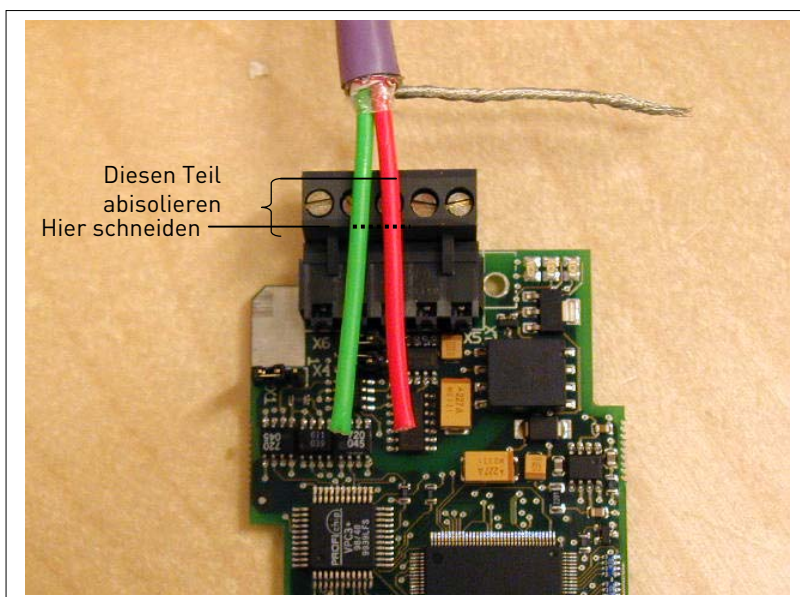
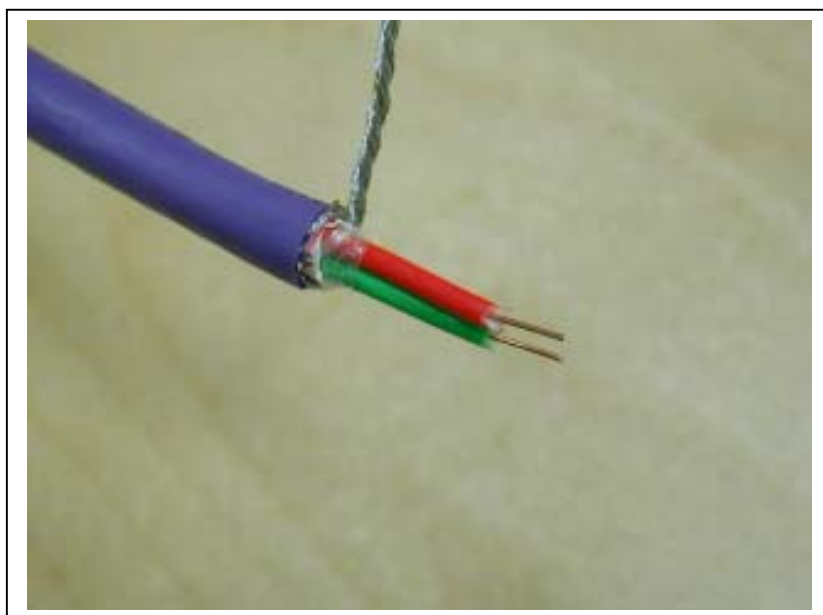

Bild 4-4.
Bild 4-5.
- 2** Die Datenleitungen sollten nicht mehr als 1cm über den Stecker hinausragen, ca. 0.5 cm der Datenleitungen abisolieren und anklemmen. Siehe Bild 4-4 und Bild 4-5.